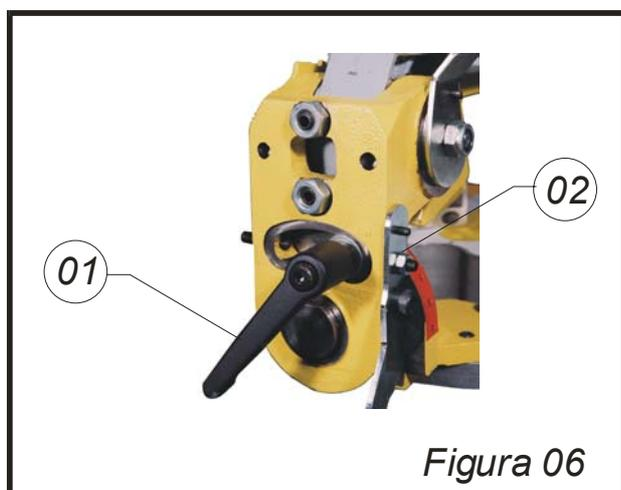

Figura 06
Para selecionar o ângulo de corte, procede-se conforme figura 06.
Libera-se o manipulador, figura 06 (01), e movimenta-se o conjunto para a esquerda (estando o operador na frente da máquina).
Após a seleção do ângulo desejado, aperta-se o manípulo novamente. Os parafusos, figura 06 (02), servem de batente dos ângulos de 45° e 90°, e podem ser regulados, bastando para isso afrouxar a porca e girar o parafuso até a regulagem correta (ver "correção do ângulo vertical", Figura 08).